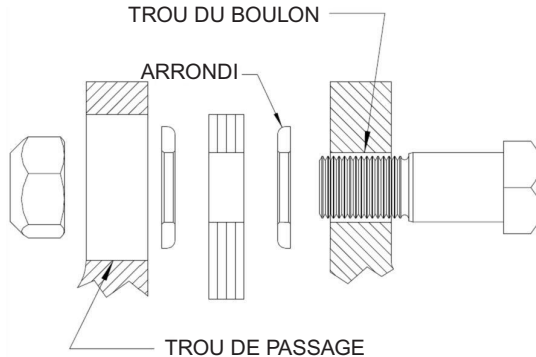

Figure 11 - Boulon par le moyeu, les rondelles, l'écrou auto-freiné et l'assemblage du paquet des disques.
9.3.1.1. Placez une rondelle folle sur chaque boulon, le côté plat de la rondelle face à la tête hexagonale du boulon. Cela positionnera correctement le côté de la rondelle avec l'arrondi en face du paquet de disques, tel qu'indiqué à la figure 11.